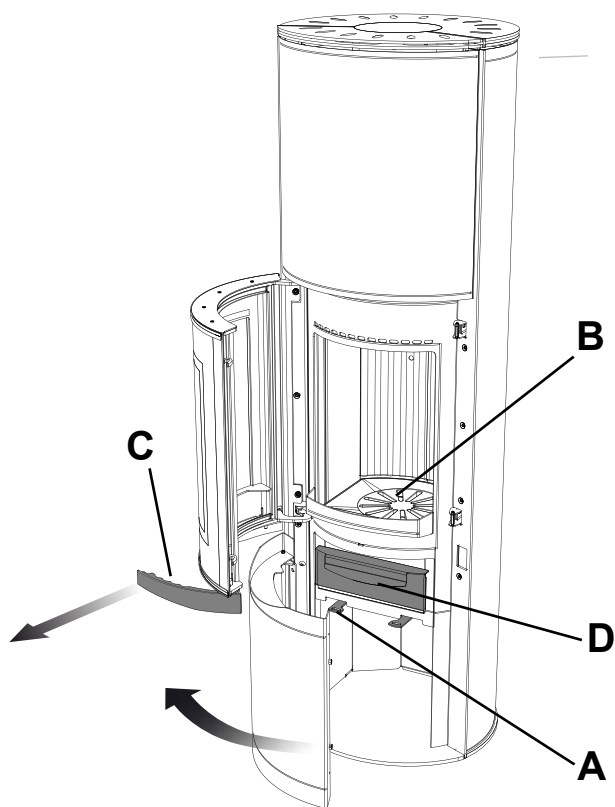

Fig. 7.2.1
- Posizionare la regolazione d'aria in posizione "tutto aperto" per ravvivare il fuoco (A) (Fig. 7.2.1).
- Asportare la cenere dal focolare (B).
- Ruotare la maniglia (C) (Fig. 7.2.1), estrarre il cassetto cenere (D) e svuotarlo completamente il contenuto.
- Remove ashes from the fireplace (A) (Fig. 7.2.1).
- Turn the handle, remove the ash box (B) (Fig. 7.2.1) and fully empty it.
- Die Luftregelung auf die Position "vollständig geöffnet" bringen, um das Feuer zu beleben (A) (Abb. 7.2.1)
- Die Asche von der Feuerstelle (B) entfernen.
- Den Griff drehen (C) (Abb. 7.2.1), den Aschenkasten (D) herausziehen und den Inhalt vollständig ausleeren.